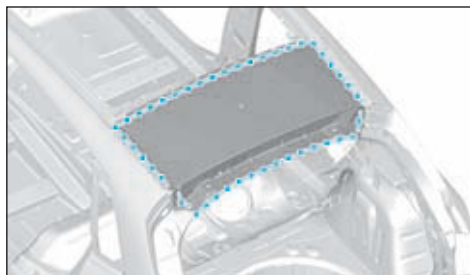

FIG.134
• Dépointer les soudures du pavillon (Fig.134).